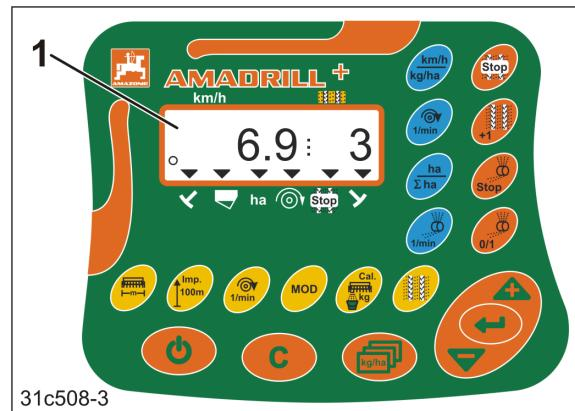

Рис. 3
Например (Рис. 3/6)
- Рисунок 3
Терминал управления оборудован 6-разрядным дисплеем (Рис. 3/1).